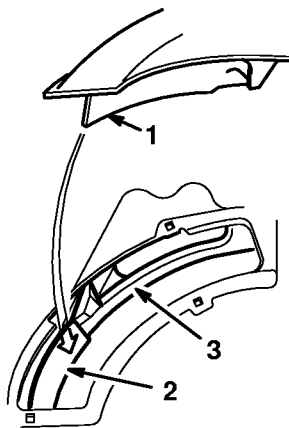

Figure 50
2. Placer le coin avant de la chicane de la plaque de paillage dans l'ouverture du carter. Faire pivoter la plaque de paillage vers la gauche et l'enfoncer dans l'ouverture du carter (Fig. 50).
Remarque: la chicane de la plaque de paillage doit passer derrière celle du carter avant et entre la lame et la garde de pieds pour ne pas entrer en contact avec la lame (Fig. 50).